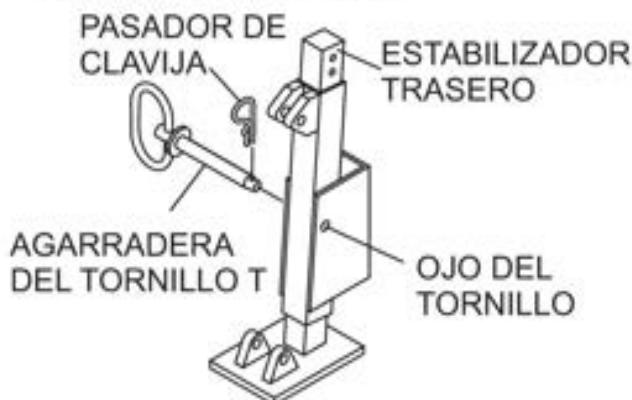

Figura 16. Estabilizador trasero
2. Quite el **pasador de clavija**, del ojo del tornillo en T y después **jale** el tornillo en T para liberar el estabilizador (Figura 16).